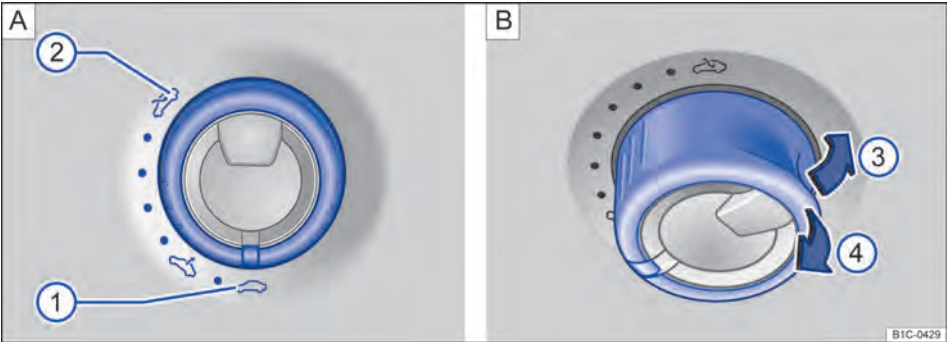
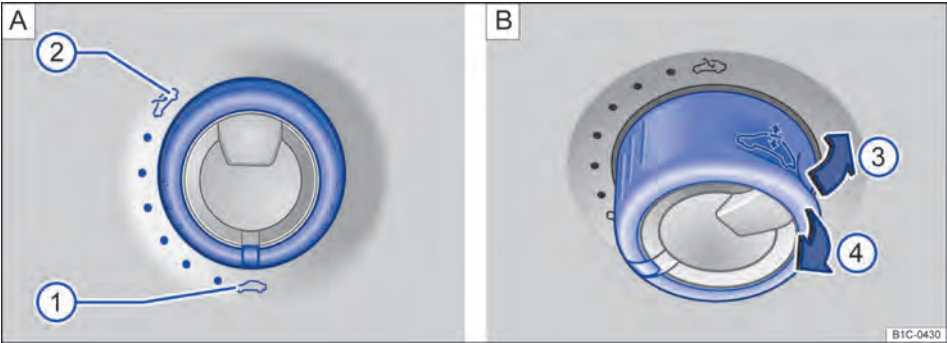

Fig. 34 No revestimento do teto: interruptor para levantamento, abertura ou fechamento do teto solar panorâmico elétrico de vidro (variante 1).
Fig. 35 No revestimento do teto: interruptor para levantamento, abertura ou fechamento do teto solar panorâmico elétrico de vidro (variante 2).
Para levantar o teto solar panorâmico elétrico de vidro, é necessário que o interruptor se encontre na posição de base \Rightarrow Fig. 34 A ① ou \Rightarrow Fig. 35 A ①.
⇒ Fig. 34 A ou ⇒ Fig. 35 A
⇒ Fig. 34 B ou ⇒ Fig. 35 B
- Segurar o interruptor mais na posição ⇒ **Fig. 34 B** (seta ④) ou ⇒ **Fig. 35 B** (seta ④). O teto solar panorâmico elétrico de vidro se abre e se fecha sozinho!
- Girar o interruptor para a posição “Fechado” \Rightarrow Fig. 34 A  ou \Rightarrow Fig. 35 A .
ta \Rightarrow Fig. 34 B  ou \Rightarrow Fig. 35 B , até que o teto solar panorâmico elétrico de vidro esteja completamente fechado.